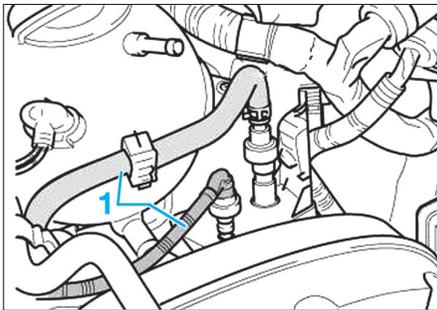

Fig. 10
- Débrancher les deux durits (1) (Fig.10).